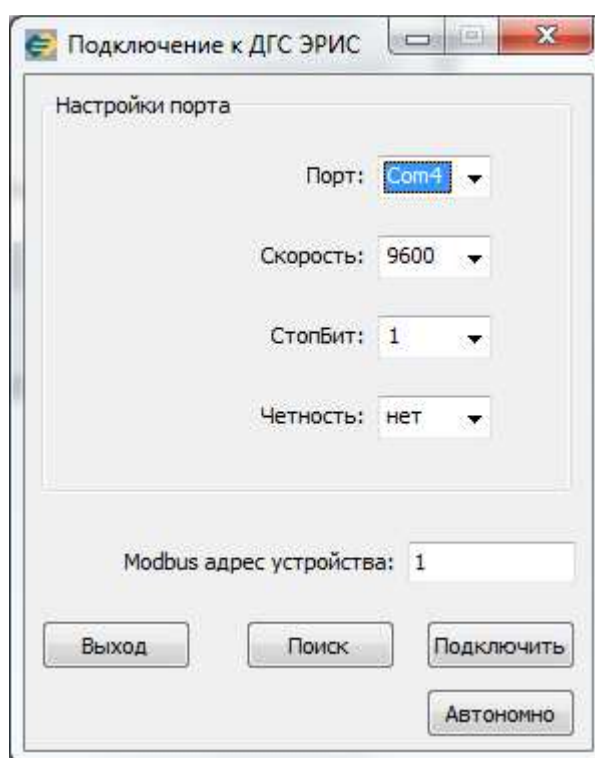
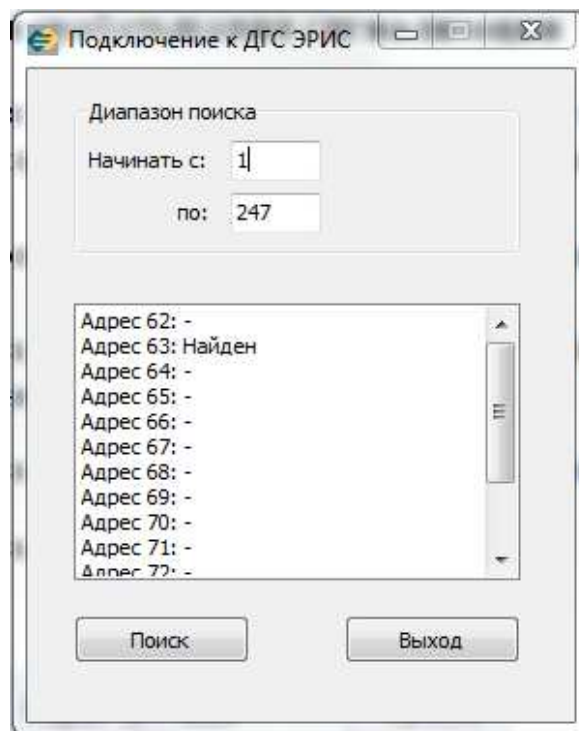

Рисунок 1 – Окно подключения к ДГС ЭРИС
Рисунок 9 – окно поиска
После запуска программы ДГС ЭРИС-210\_230 мод.1 отобразится окно подключения к ДГС ЭРИС (рисунок 1).
1. Запустите программу ДГС ЭРИС-210\_230 мод.1, после этого отобразится окно подключения к прибору ДГС ЭРИС (рисунок 1).
После нажатия на кнопку «Поиск» в окне подключения к ДГС ЭРИС (рисунок 1) отобразится окно поиска (рисунок 9).